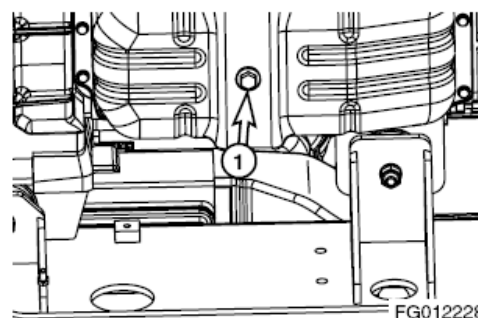

Figura 73
1. Coloque un recipiente de gran capacidad bajo el motor. Sacar el tapón (1, Figura 73) para drenar el aceite del motor. Instalar el tapón (1).